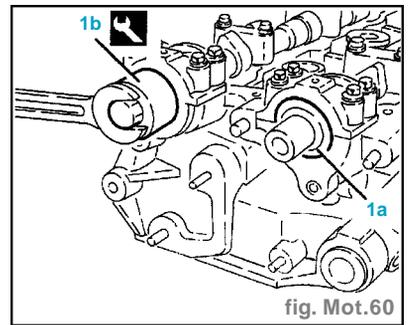

fig. Mot.60
- Monter les bagues d'étanchéité avant des arbres à cames (1a) à l'aide de l'outil (1b) (fig. Mot. 60).